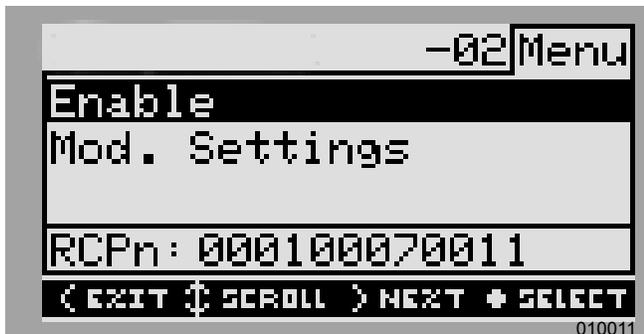

Figura 6-7. Activación del inversor (2 de 4)
- Consulte la Figura 6-7. Resalte Enable (Activar) y presione el botón central.